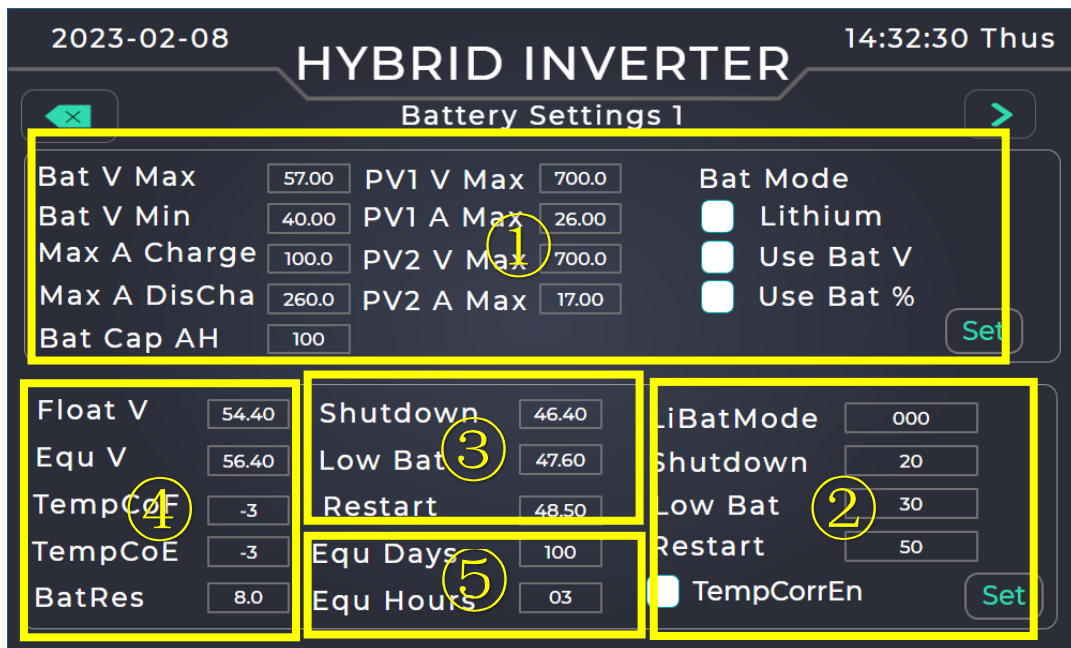
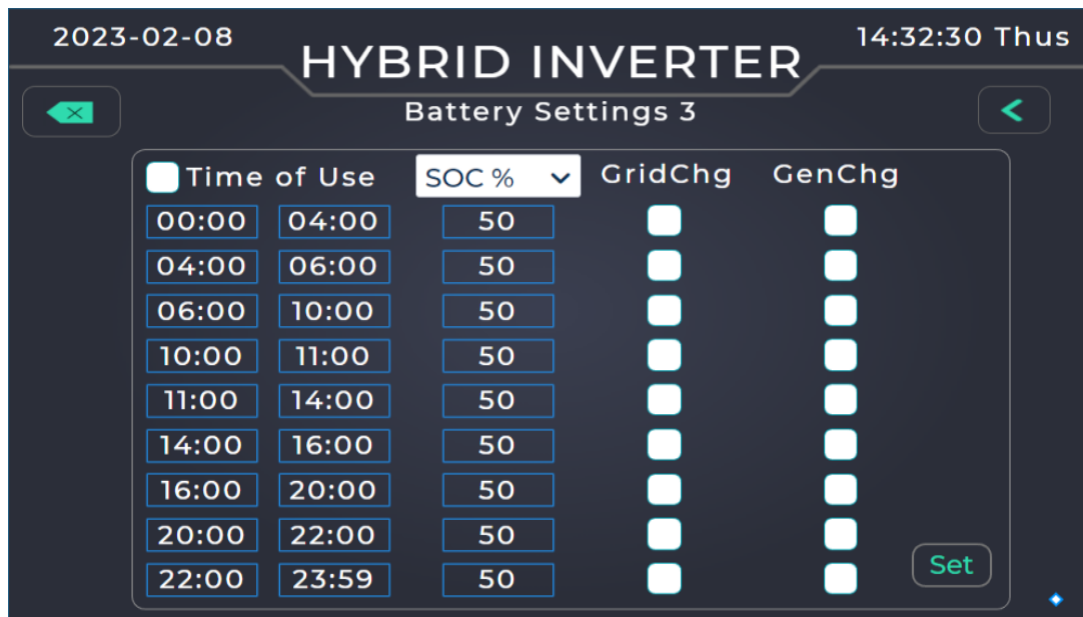
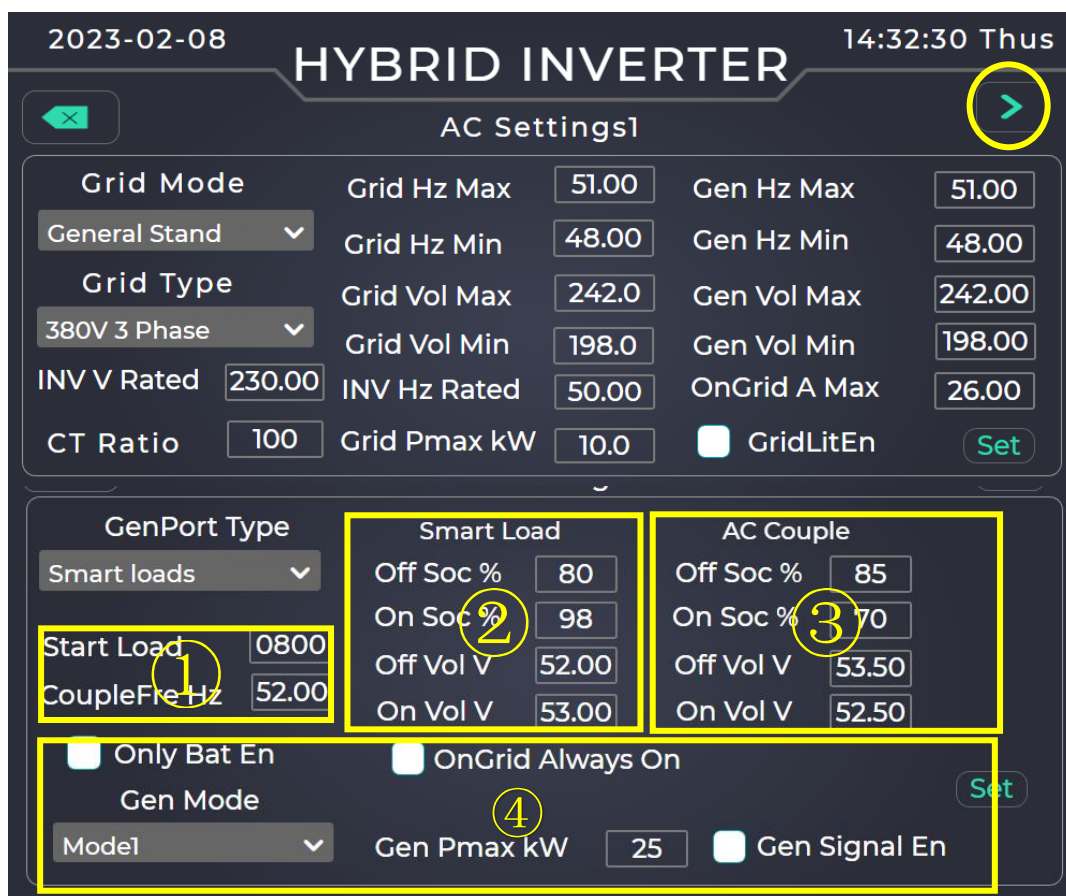

Abbildung 3.12 Batterie-Einstellung 1 Oberfläche
Abbildung 3.14 Batterie-Einstellung 3 Oberfläche
Abbildung 3.15 Ansicht für Netzeinstellungen
Klicken Sie auf „Batterie-Einstellungen“, um batteriebezogene Parameter einzustellen, wie in Abbildung 3.12~Abbildung 3.14, „Batterie-Einstellungen1~3“, gezeigt, unterteilt in 3 Teile.
Batterie-Modus: Wählen Sie für alle Einstellungen eine der Optionen „Lithium“, „Batterie V verwenden“ oder „Batterie % verwenden“. Dies wirkt sich auf die Einstellungen ② und ③ in Abbildung 3.12 und ② und ③ in Abbildung 3.15 unten aus.
b. Die zweite Anzeige ist die Einstellung des Batterieschutzes②
- **TempCorrEn,** Wenn diese Option aktiviert ist, wird die Temperaturkompensation der Erhaltungs- oder Durchschnittsladung in ④ wirksam.
c. Die dritte Anzeige zeigt die drei Ladezustände der Batterie an. [③④⑤]:
NR.④ in dieser Abbildung 3.12: Entsprechend den Einstellwerten der verschiedenen Spannungstypen in Tabelle 3.1 ist der Standardwert des Temperaturkompensationskoeffizienten TempCoF/E -3. Änderungen sind für professionelle Installateure vorgesehen. Wenn Sie sich nicht auskennen, können Sie den Standardwert beibehalten.
NR.⑤ in dieser Abbildung 3.12: Änderungen sind für professionelle Installateure vorgesehen. Wenn Sie sich nicht auskennen, können Sie den Standardwert beibehalten.
Klicken Sie auf „Netzeinstellungen“, um netzbezogene Parameter einzustellen, wie in Abbildung 3.15 gezeigt, einschließlich Netzstandard, Ober- und Untergrenzen der Spannungsfrequenz, Ober- und Untergrenzen des Spannungswertes, Netzfrequenz, GEN-Schnittstellentyp, CT-Transformationsverhältnis, Netzleistungsgrenze, Einstellungen der GEN-Anschlussfunktion usw.
- Wenn Sie den an die GEN-Schnittstelle angeschlossenen Generator auswählen, vergewissern Sie sich, dass die Steuerleitung des Generators auch an die J8-Klemme NO2&COM2 Generator-Anpassungssteuerung und NO1&COM1 Generator-Anlaufsteuerung angeschlossen ist, und wählen Sie GenPortType als Generator in der Ansicht Netzeinstellungen in Abbildung 3.15. Zu diesem Zeitpunkt wählen Sie den Generatormodus und einen der beiden Modi aus. Wenn das Netz abgeschaltet ist, wird der Dieseldieselgenerator automatisch gestartet, um das System mit Strom zu versorgen.
- Wählen Sie bei der Auswahl der an die GEN-Schnittstelle angeschlossenen intelligenten Last in der Netzeinstellungsansicht in Abbildung 3.15 die Option GenPortType als intelligente Lasten aus, sodass das Generator-Relais zu diesem Zeitpunkt eingeschaltet wird, und die GEN-Schnittstelle die intelligente Last mit Strom versorgt.
Definition der Funktionseinstellungen unter der Nummer ② in Abbildung 3.15:
- Bei der Auswahl der intelligenten Last, die an die GEN-Schnittstelle angeschlossen ist, wählen Sie AC-Kopplung als GenPortType in der Netzeinstellungsansicht in Abbildung 3.15, und dann versorgen die AC-Kopplung und das Netz das System gemeinsam mit Strom.
Definition der Funktionseinstellungen in Nummer ①③④ in Abbildung 3.15:
Klicken Sie auf das Datenfeld „Stromwandlerverhältnis“ in der Netzeinstellungsoberfläche in Abbildung 3.15, um das CT-Transformationsverhältnis einzustellen. Wenn das Modell des Transformators 100:50 mA ist, muss der Schnittstellenwert mit 100 ausgefüllt werden. Wenn der Transformator 150:50 mA ist, sollte der Wert 150 sein.